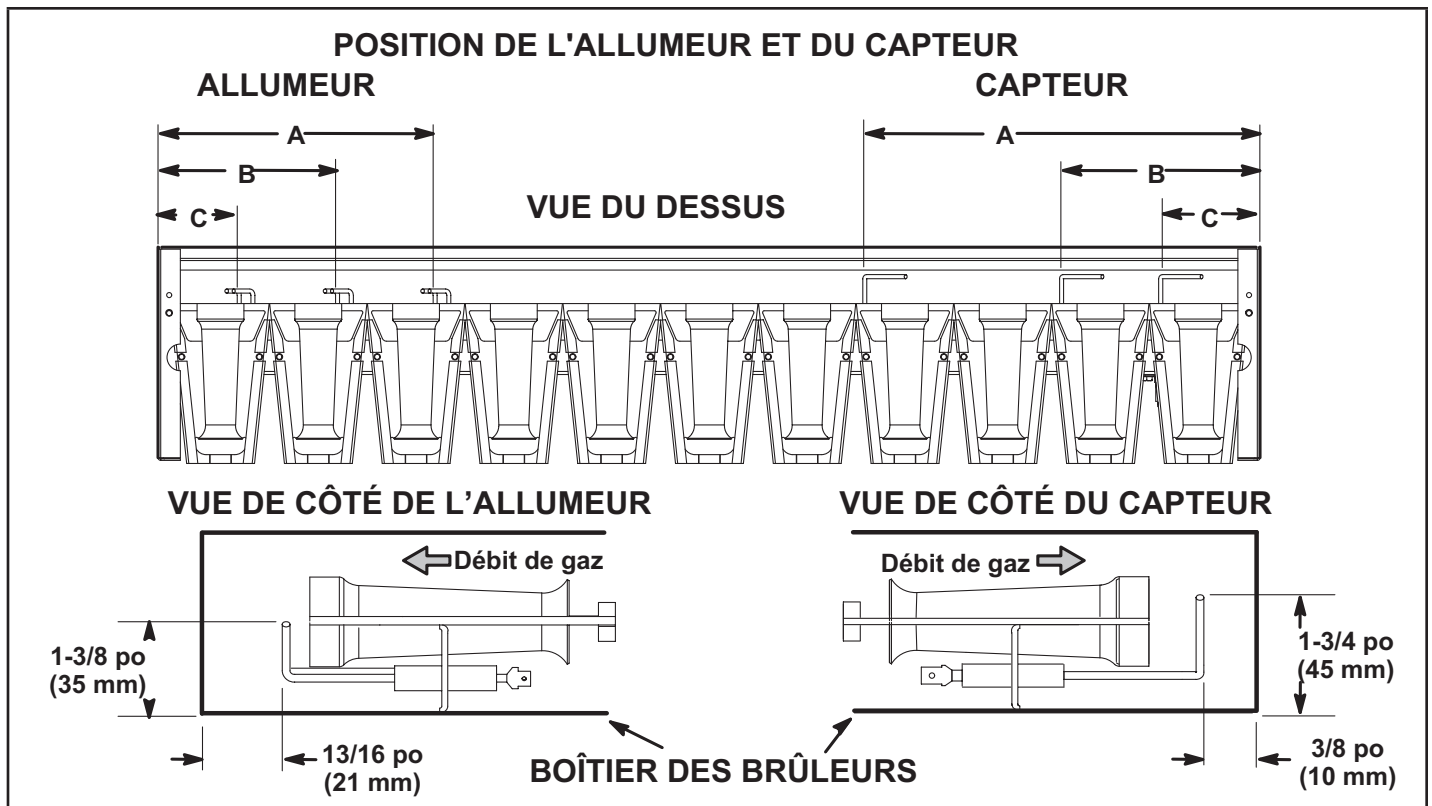

FIGURE 39
- 5 - Vérifier l'alignement de l'allumeur et du capteur comme indiqué à la FIGURE 39 et au TABLEAU 16.